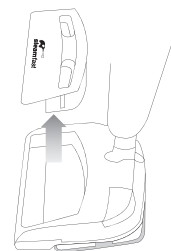

Figura 2
1. Para quitar el recipiente para polvo de la unidad, sostenga las dos áreas embutidas y jale hacia arriba (Figura 2).